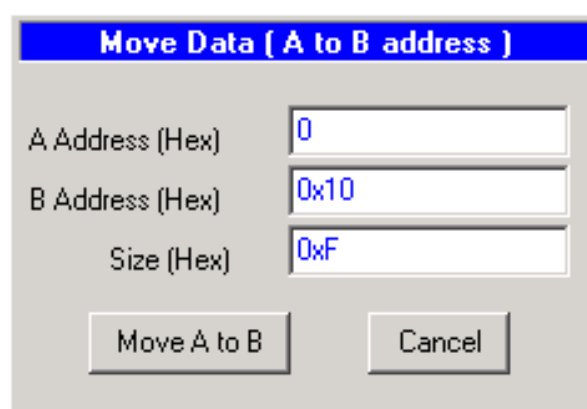

Рис. 9. Копирование блока данных в буфере
**[Move A to B Address]** копирует блок данных в буфере из шестнадцатеричного адреса в поле «A Address (Hex)» по шестнадцатеричному адресу в поле «B Address (Hex)» шестнадцатеричной длиной, указанной в поле «Size (Hex)» (см. рис. 9).